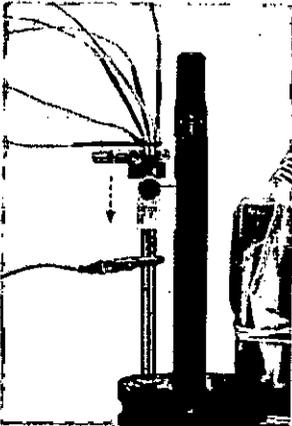

Figura 69
11. Establezca las conexiones eléctricas y haga avanzar el posicionador. Utilice el control remoto si hay un motor, de otra forma, gire el mando. (Ver Figura 69)